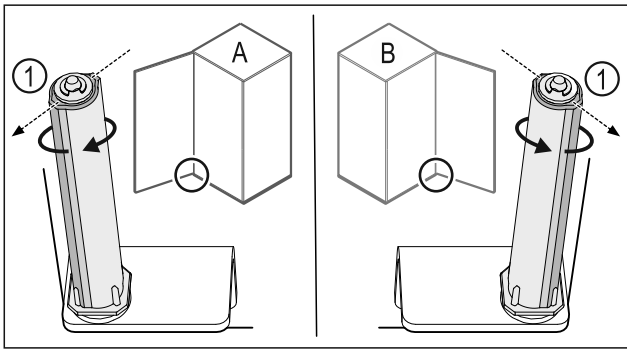

Fig. 39 Μεντεσέδες αριστερά (A) / Μεντεσέδες δεξιά (B)
- ▶ Περιστρέψτε το σύστημα κλεισίματος κόντρα στην αντίσταση, μέχρι ο κορμός του συστήματος κλεισίματος Fig. 39 (1) να είναι στραμμένος προς τα έξω.